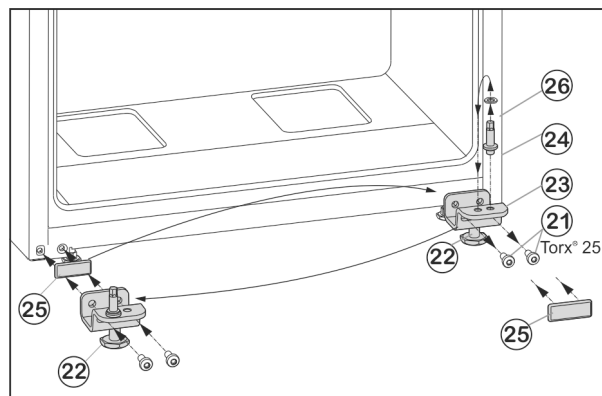

Fig. 7
- ▶ Odkręcić śruby mocujące Fig. 7 (21).
- ▶ Usunąć dolną płytkę zawiasu Fig. 7 (23), wraz z trzpieniem zawiasu Fig. 7 (24), podkładką Fig. 7 (26) i nóżką Fig. 7 (22).
- ▶ Odkręcić cały trzpień zawiasu Fig. 7 (24) z podkładką Fig. 7 (26), przełożyć do przeciwległego otworu mocującego płytki zawiasu i tam dokręcić.
- ▶ Ostrożnie zdjąć płytkę osłaniającą Fig. 7 (25) i przełożyć na przeciwną stronę.
- ▶ Całą dolną płytkę zawiasu Fig. 7 (23) wraz z trzpieniem zawiasu Fig. 7 (24), podkładką Fig. 7 (26) i nóżką Fig. 7 (22) ponownie przykręcić po nowej stronie zawiasu, ew. przy użyciu wkrętarki akumulatorowej (z siłą 4 Nm).
- ▶ Założyć dolne drzwi od góry na sworzeń zawiasu Fig. 7 (24).
- ▶ Wykręcić nóżkę Fig. 7 (22) przy dolnej płytce zawiasu Fig. 7 (23), aż będzie przylegać do podłoża.